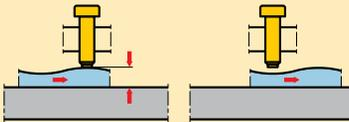

Figura 7
A ilustração da Figura 7 (fixação mecânica) demonstra a diminuição da força de fixação com as mudanças dimensionais da peça.
- Parafusos de Fixação (Figura 7)